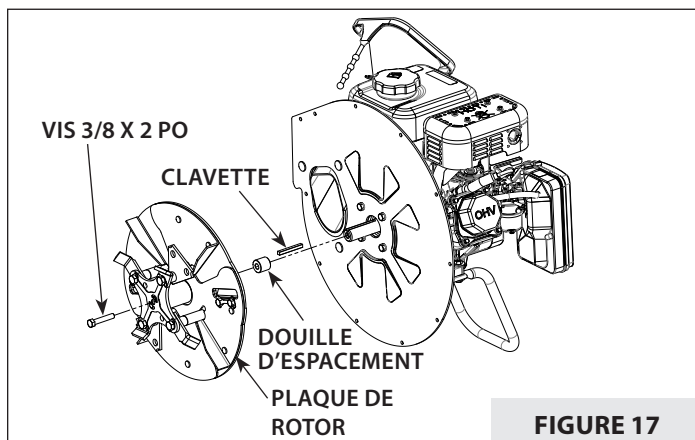

FIGURE 17
5. Avec précaution, retirer la plaque de rotor, la douille d'espacement et la clavette du vilebrequin. **VOIR FIGURE 17.**
1. Remettre le rotor en place sur le vilebrequin en veillant à remonter la douille d'espacement et la clavette. **VOIR FIGURE 17.**